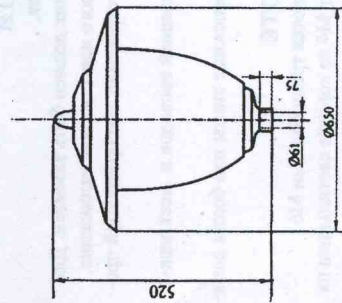

Рис. 1
1.1. Светильники венчающие серии РГУ10-125-001 У1, РГУ10-125-002 У1 (рис.1) с разрядными лампами высокого давления предназначены для функционально-декоративного освещения скверов, парков, бульваров.